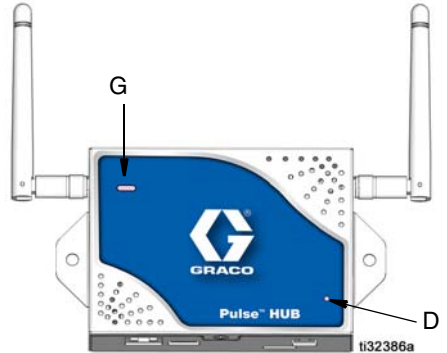

FIG. 5
Lorsque le concentrateur Pulse est en place, vérifier si le voyant d'alimentation (D) (FIG. 5) brûle et si le concentrateur fonctionne correctement.
Le voyant d'état (G) du concentrateur indique l'état du logiciel de gestion des produits du Pulse (FIG. 5). Pour la signification des différents voyants d'état du concentrateur, consulter le tableau ci-dessous.